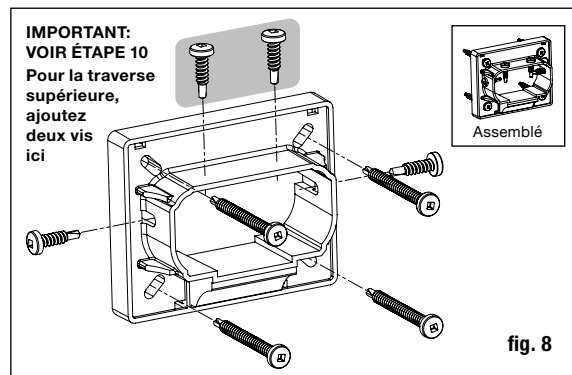

fig. 8
**Étape 10** Placez les couvre-supports et support de traverse aux extrémités de la traverse supérieure. Positionnez la traverse du haut en plaçant les balustres à l'intérieur des trous fraisés, tout en travaillant d'une extrémité à l'autre. Vérifiez que la traverse est à niveau. En utilisant le support comme guide, marquez la position des vis sur le manchon de poteau et sur les deux extrémités de la traverse. Percez des trous de guidage de 0,3 cm (1/8 po) dans le manchon de poteau et la traverse. Fixez le support au manchon de poteau grâce à quatre vis à tête carrées n° 8-15 x 5 cm (2 po) - n° 2, puis fixez le support à la traverse en utilisant quatre vis à têtes carrées autotaraudeuses n° 10-16 x 1,9 cm (3/4 po) - n° 2. **Important : Pour la traverse supérieure uniquement, veuillez pré-percer des trous et fixer deux vis supplémentaires à travers la partie supérieure du support dans la traverse supérieure (fig. 8).**
**Étape 9** Placez les couvre-supports et supports de traverse d'escalier aux extrémités de la traverse supérieure. Positionnez la traverse du haut en plaçant les balustres à l'intérieur des trous fraisés, tout en travaillant d'une extrémité à l'autre. Centrez le support d'escalier sur le poteau. En utilisant le support d'escalier comme guide, marquez la position des vis sur le manchon de poteau et sur les deux extrémités de la traverse. Percez des trous de guidage de 0,3 cm (1/8 po) dans le manchon de poteau et la traverse. Fixez le support d'escalier au manchon de poteau grâce à quatre vis à tête plane n° 8-15 x 5 cm (2 po) - n° 2, puis fixez le support d'escalier à la traverse en utilisant quatre vis à minces à têtes carrées autotaraudeuses n° 8-16 x 1,9 cm (3/4 po)- n° 1. **Important : Pour la traverse supérieure uniquement, veuillez pré-percer des trous et fixer deux vis supplémentaires à travers la partie supérieure du support dans la traverse supérieure (fig. 8).**